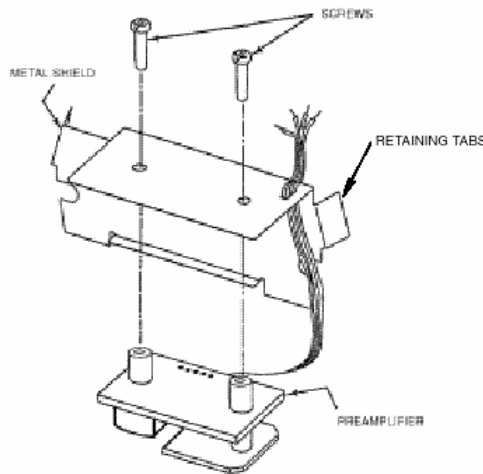

Figura 18. Ensamble del Preamplificador
7. Quite el preamplificador del blindaje metálico removiendo los tornillos como se muestra en la figura 18.